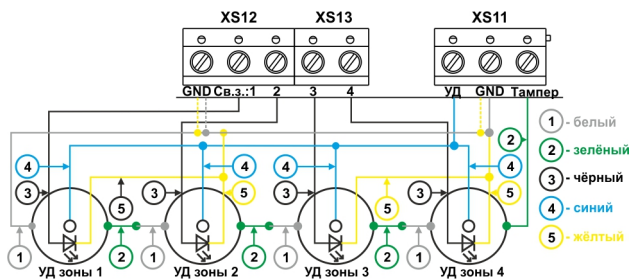

Рисунок 2 - Схема подключения УД-2/5
В Таблице 5 приведены характеристики состояний работы светодиода УД. Схема подключения УД – Рисунок 2.
- Подключить устройства доступа к соответствующим контактам платы управления приборов (см. – Рисунок 1 и Рисунок 2).